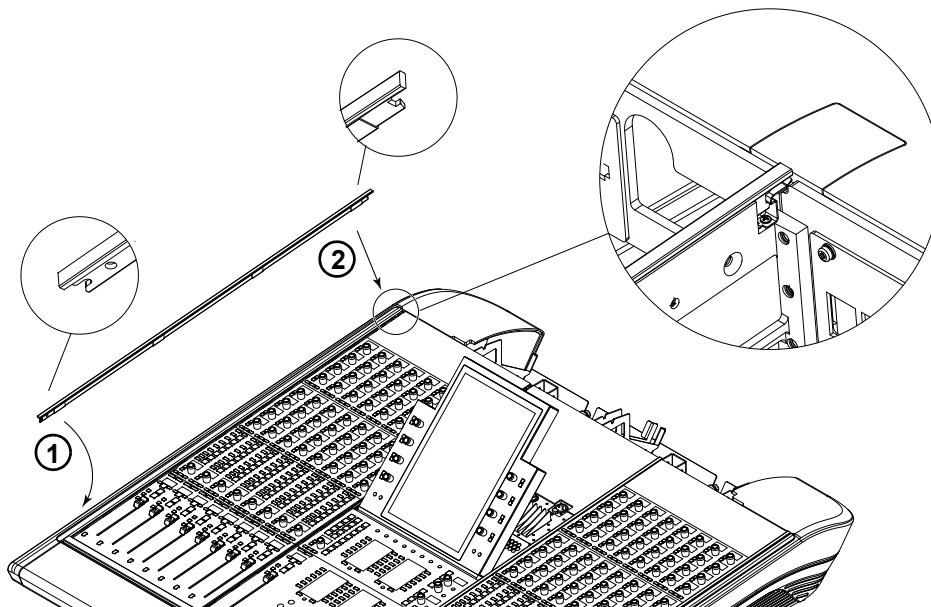

Figure 39. Installation d'une baguette en T.
- 2 Prenez la première baguette en T et effectuez les opérations suivantes, en prenant soin de l'orienter comme représenté sur la Figure 39 :